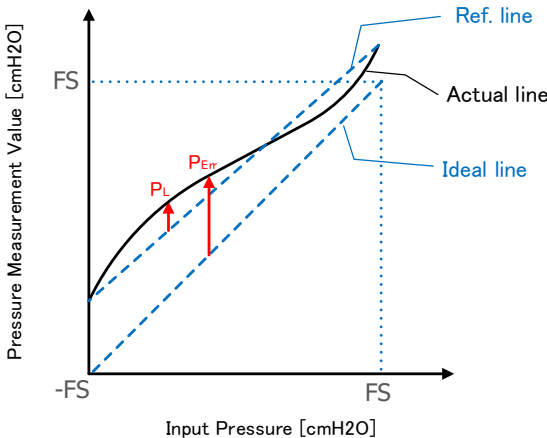

Fig. 4 特性定義
圧力測定値の理想直線からのズレ量です。(Fig. 4 参照)
-FS 印加時圧力測定値と FS 印加時圧力測定値を結ぶ基準直線からのズレ量です。(Fig. 4 参照)